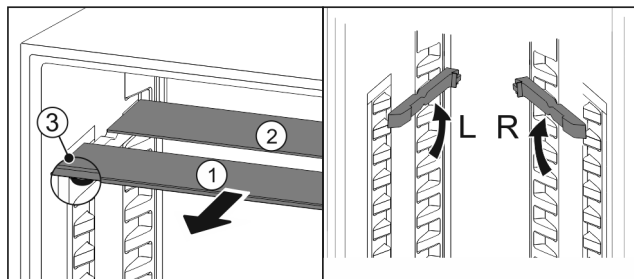

Fig. 58
- ▶ Vytiahnite sklené dosky jednotlivo dopredu Fig. 58 (1).
- ▷ Sklená doska Fig. 58 (1) s ozdobnou lištou leží vpredu.
- ▷ Zarážky Fig. 58 (3) ukazujú nadol.